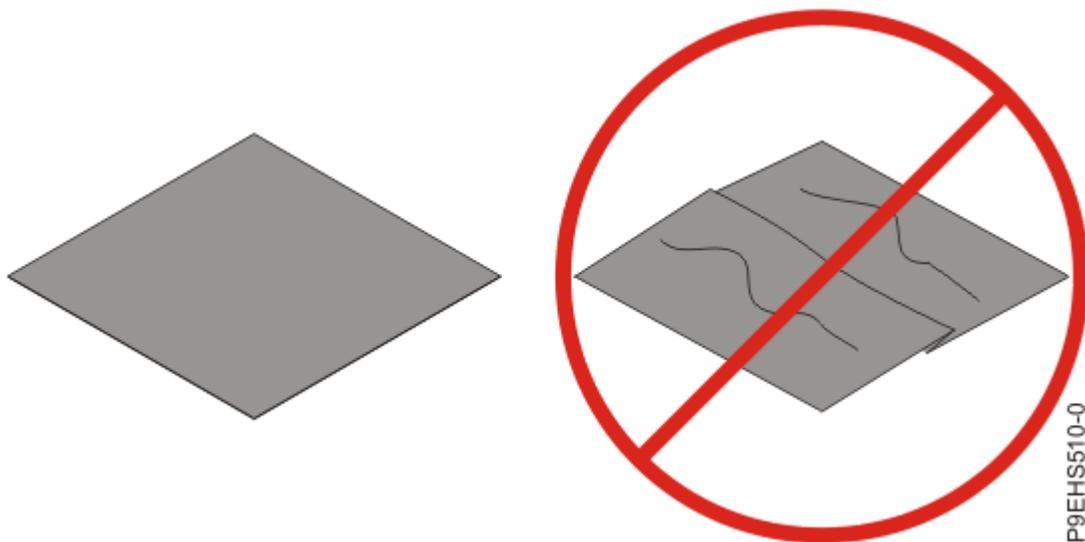

Figure 87. Inspection du matériau d'interface thermique
6. Vérifiez que le matériau d'interface thermique (TIM) ne présente pas de dommages visibles, comme illustré dans la Figure 87, à la page 110. S'il est plié, déchiré ou gondolé ou si vous avez des doutes sur son état, remplacez-le.